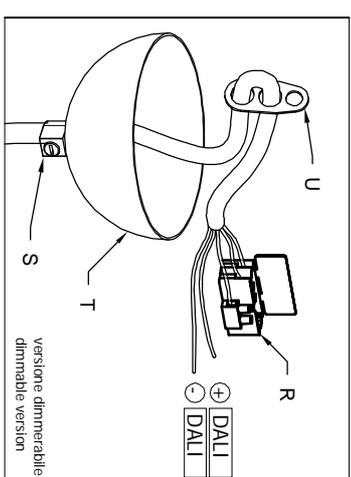
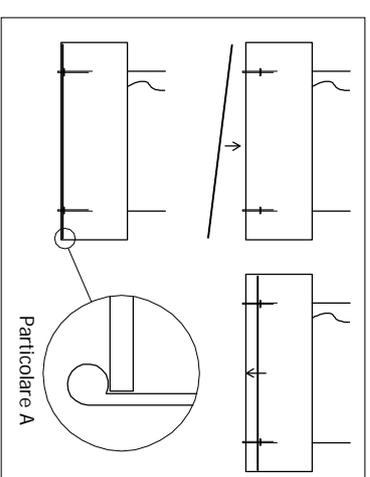

Fig. 5
Fig. 4
- Appendere a soffitto il particolare (U) (Fig. 5).
- Effettuare i collegamenti rispettando le marcature, richiudere la scatola (R).
- Allentare la vite del bloccacavo (S) e far scorrere il rosone (T) fino al completo appoggio a soffitto, richiudere la vite del bloccacavo (S).
- Per posizionare il plex di chiusura inferiore (N) inserire il plex all'interno del paralume (L) e appoggiarlo successivamente per caduta al bordo. Interno del paralume stesso (Fig. 4).
- Hang up to the ceiling the detail (U) (Fig. 5).
- Unscrew the screw of the cable clamp (S) and lift up the ceiling rose (T) until it completely lean against the ceiling and screw the screw of the cable clamp (S).
- To insert the Plexiglas finishing underneath (N): place the Plexiglas panel by fitting it inside the lampshade (L) and then lean it by fall (Fig. 4).